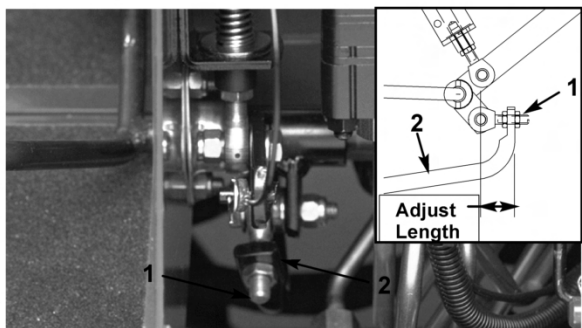

図 47
- 前への動きを止めたい場合は、ポンプ・ロッドの端部にあるジャム・ナットを回してポンプ・コントロール・チューブ (図 47) を前へ動かす。後への動きを止めたい場合は、後へ動かす。